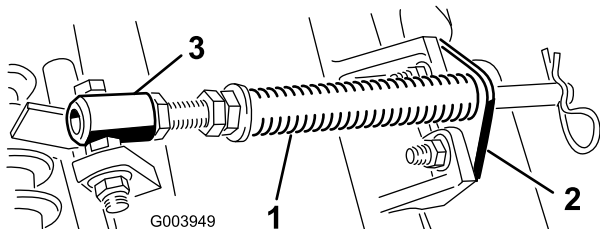

**Figure 4**
4. Attention de monter le contreponds (Figure 4) du bon côté du plateau de coupe, comme expliqué dans le *Manuel de l'utilisateur* du plateau de coupe.